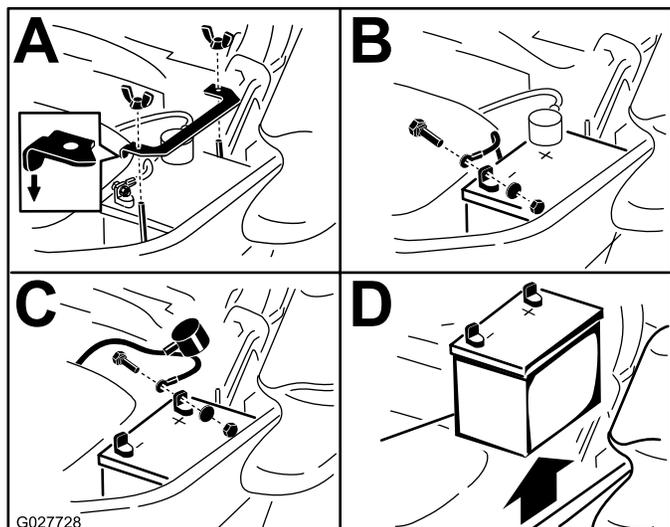

Figura 60
3. Desconecte el cable negativo (negro) de la batería del borne negativo (-) de la batería (Figura 60).
4. Retire la cubierta de goma roja del borne positivo (rojo) de la batería y retire el cable positivo (+) (Figura 60).
5. Retire la tuerca de orejeta que sujeta la abrazadera de la batería (Figura 60).
6. Retire la abrazadera (Figura 60).
1. Coloque la batería en la bandeja, con los bornes frente al depósito de aceite hidráulico (Figura 60).
4. Fije los cables con 2 pernos, 2 arandelas, y 2 contratuercas (Figura 60).
6. Instale la abrazadera y sujétela con la tuerca de orejeta (Figura 60).